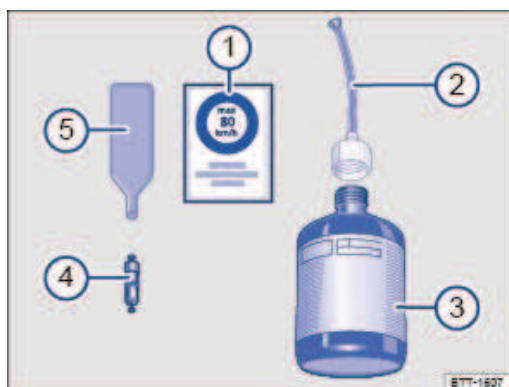

Fig. 231 Schéma de principe : composition du kit de crevaison
Le kit de crevaison se compose des éléments suivants → Fig. 231 :
- ① Interrupteur MARCHE/ARRÊT
- ② Vis de décharge de pression d'air
- ③ Indicateur de pression de gonflage des pneus
- ④ Flexible de gonflage de pneu
- ⑤ Fiche de câble 12 volts
- ⑥ Compresseur d'air
L'extracteur d'obus de valve → Fig. 231 ⑤ possède, à son extrémité inférieure, une fente qui s'adapte à l'obus de valve. Ce n'est que de cette manière que l'obus de valve peut être retiré puis réinséré dans la valve du pneu. Il en va de même pour l'obus de valve de recharge ④.
- Dévissez l'obus de la valve du pneu à l'aide de l'extracteur d'obus ⇒ Fig. 231② et placez-le sur un support propre.
- Secouez plusieurs fois énergiquement la bouteille de produit de colmatage des pneus ⇒ Fig. 231②.
- Vissez le flexible de remplissage du pneu ⇒ Fig. 231② sur la bouteille de produit de colmatage des pneus dans le sens des aiguilles d'une montre. Le film situé sur le bouchon est alors automatiquement percé.
- Retirez le bouchon du flexible de remplissage ⇒ Fig. 231② et enfoncez l'extrémité ouverte sur la valve.
- Revissez l'obus sur la valve du pneu à l'aide de l'extracteur d'obus ⇒ Fig. 231②.